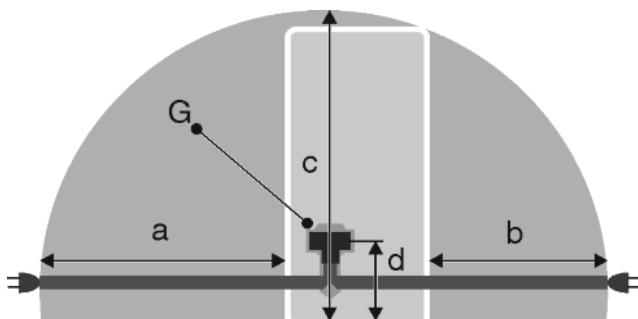

Fig. 20
- ▶ Розетка находится вне зоны задней стенки устройства в данной зоне. Fig. 20 (a, b, c)
- ▶ Штекер устройства Fig. 20 (G) подсоедините с задней стороны устройства. Следите за правильной фиксацией.